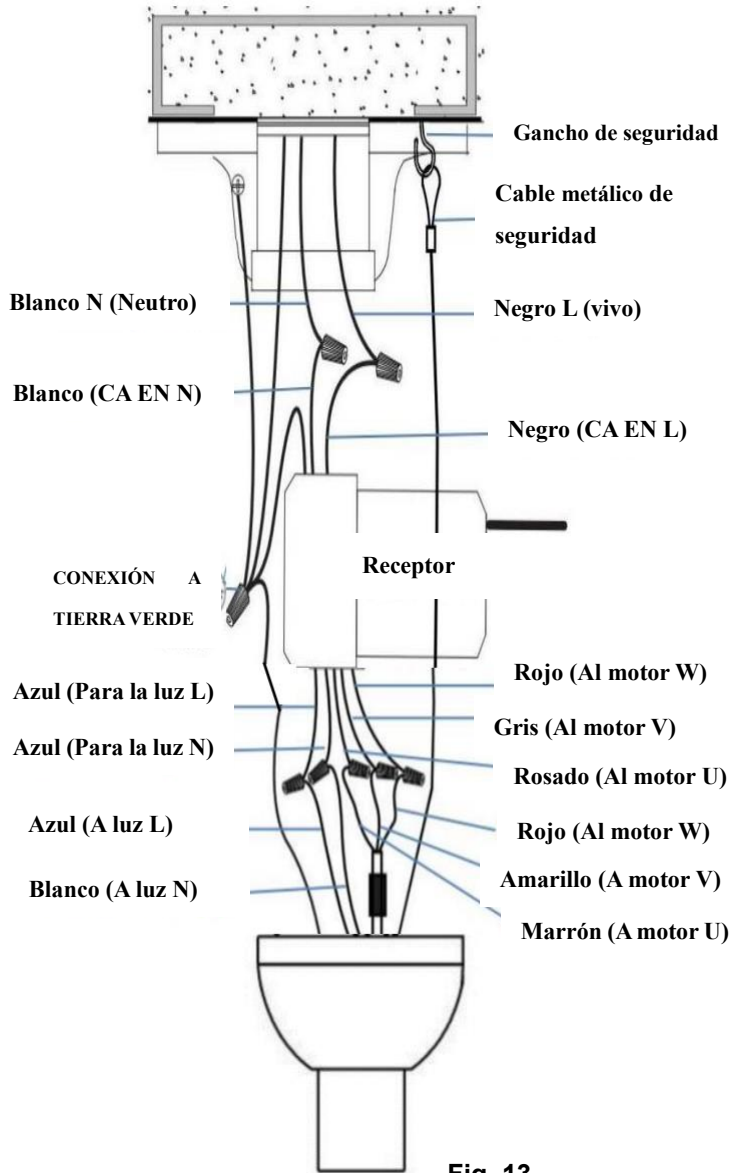

Fig. 13
- Complete el cableado eléctrico según la sección de “DIAGRAMA DE CABLEADO ELÉCTRICO” a continuación. (Fig.13)
5. Conecte el cable vivo de suministro eléctrico del hogar (negro) al cable de entrada del receptor (negro, AC IN L) como se muestra en (Fig. 13)